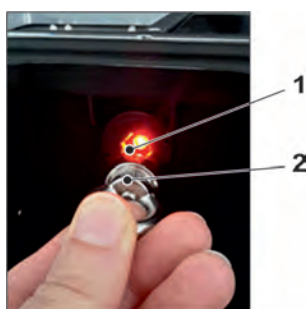

Fig. 29-11 Réveiller le NivuFlow Mobile
2. « Réveiller » le NivuFlow Mobile: pour ce faire, utilisez l'aimant fourni (Fig. 29-11 n° 2) à positionner devant le contact Reed (Fig. 29-11 n° 1; à l'avant du NFM) jusqu'à ce que la LED s'allume.